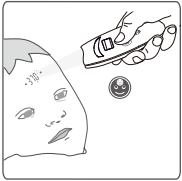
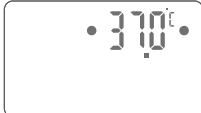

図5
図7 最適な位置
- (1) おでこ(額部)に本器の測定センサーを近づけ、[顔]ボタンを押し続けると2個の点(測定距離確認ポイント)と体温がおでこ(額部)に投射されます。
- (2) [顔]ボタンをそのまま押し続けながら、投射されている体温が2個の点(測定距離確認ポイント)の間に表示されるように、本器をおでこ(額部)から遠ざけたり、近づけたりして位置を調整後、[顔]ボタンから速やかに指を離します。(図5、図7参照)
最適な距離になると、2個の点(測定距離確認ポイント)の間に体温が投射表示されます。(図7参照)
- (1) 被測定物に本器の測定センサーを近づけ[ホーム]ボタンを押し続けると2個の点(測定距離確認ポイント)と温度が投射されます。
- (2) [ホーム]ボタンをそのまま押し続けながら、投射されている温度が2個の点(測定距離確認ポイント)の間に表示されるように本器を被測定物から遠ざけたり、近づけたりして位置を調整後、速やかに[ホーム]ボタンから指を離します。(図7、図10参照)
- 最適な距離になると、2個の点(測定距離確認ポイント)の間に温度が投射表示されます。(図7参照)
- (3) 測定完了後、10秒程度[ホーム]ボタンLEDが点灯し、温度が投射表示されますので測定したものが透明であったり、色が黒すぎたり、表面が平らでないなど温度が見づらい場合は[ホーム]ボタンを離したまま、明るい色の透明でない表面に投射し直して温度を読んでください。
- (4) その後、自動的に電源がオフになります。